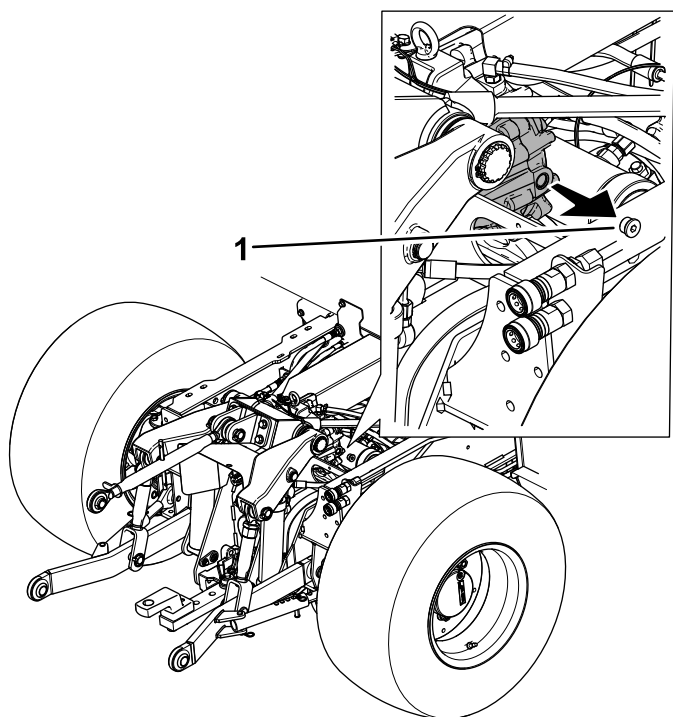

Figure 107
2. Enlevez le bouchon de l'orifice de contrôle du boîtier d'engrenages de PDF arrière (Figure 107).